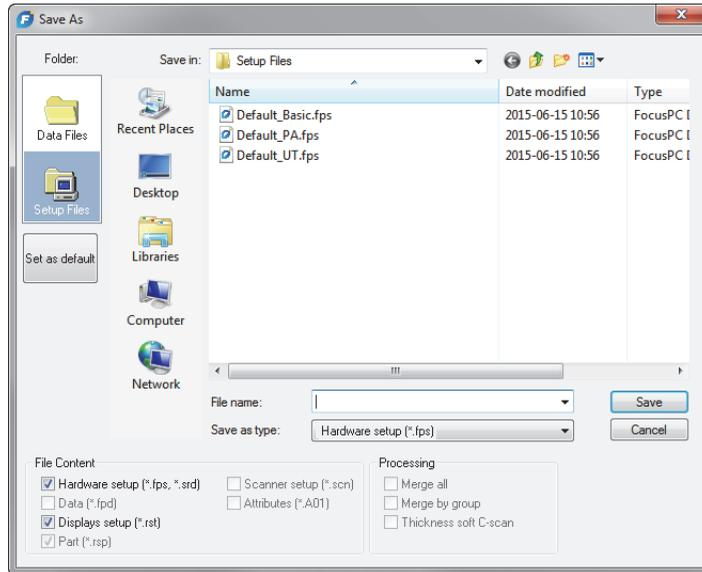

Figura 4-2 Caixa de diálogo Save As
2. Na caixa de diálogo **Save As** que aparece (Figura 4-2 na página 103), proceda da seguinte forma: